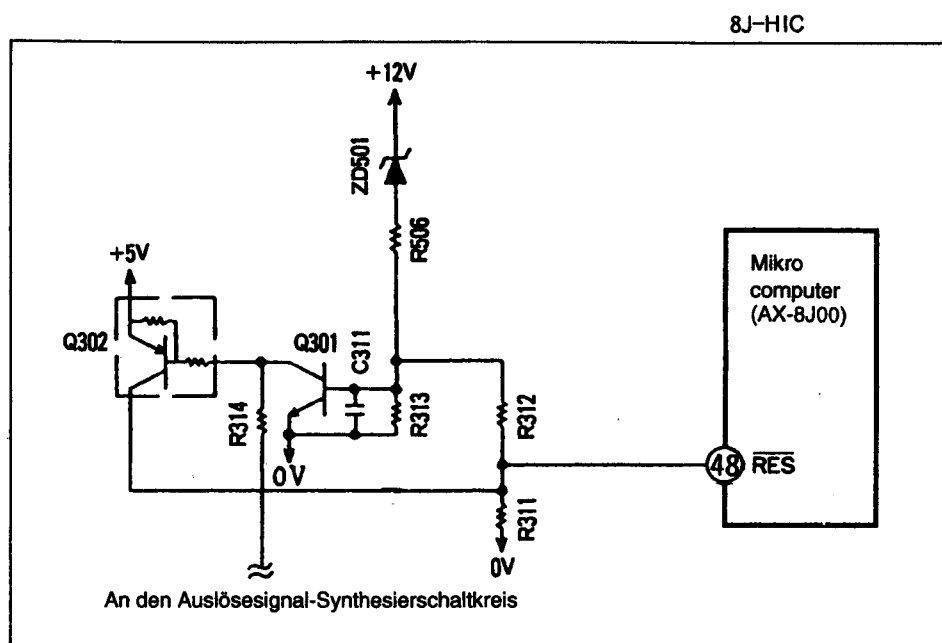

Abb. 11-1
- Abb. 11-1 zeigt den Rückstellschaltkreis und Abb. 11-2 zeigt die Wellenform an jedem Punkt, wenn die Stromversorgung ein- und ausgeschaltet wird.
- Wenn die Stromversorgung ausgeschaltet wird und das Potential von 12 V absinkt, wird ZD501 ausgeschaltet. Da jedoch die Rückstellspannung durch R312 an Q301 zurückgeführt wird, wird der Einschaltstatus (ON) beibehalten, bis die 12 V Leitungsspannung auf etwa 7,6 V absinkt. Dadurch wird ein Prellschwingen der Rückstellspannung aufgrund von Spannungsänderungen in der 12 V Leitung verhindert.